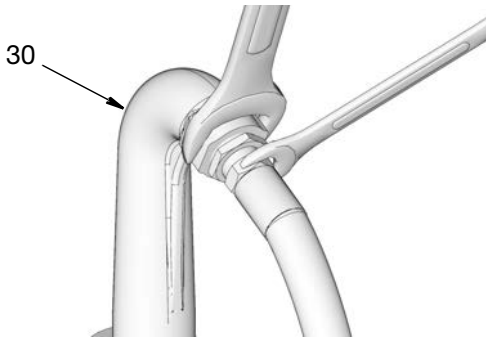

FIG. 9
9. Fije el extremo de la manguera en la salida (30) usando dos llaves sobre las caras planas, trabajando en sentidos opuestos, para apretar con seguridad la manguera en el accesorio de salida (Fig. 9).